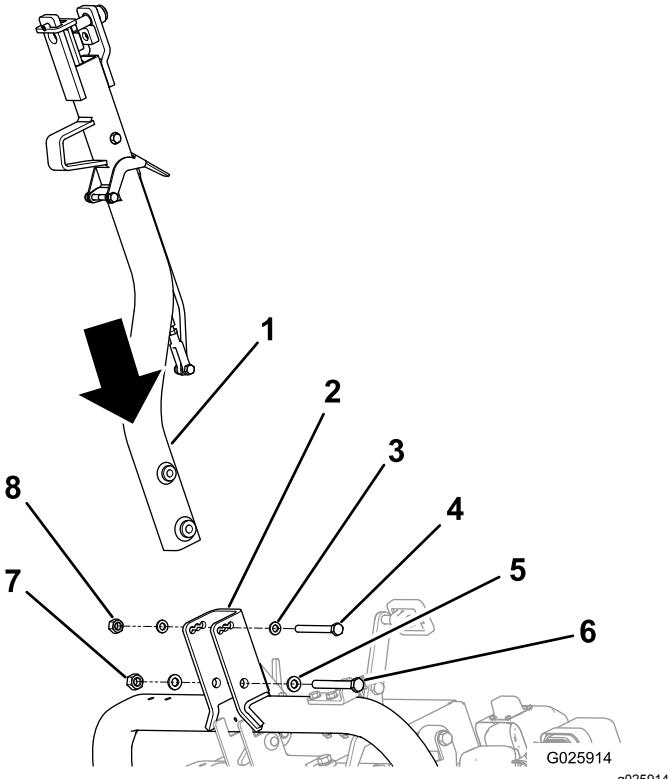

Figure 5
2. Fixez l'attelage au support de pivotement avec les fixations correctes ; voir **Figure 5**.